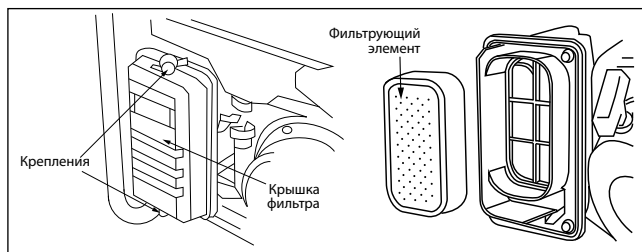

рис. 17
1. Откройте крышку фильтра (рис. 17).